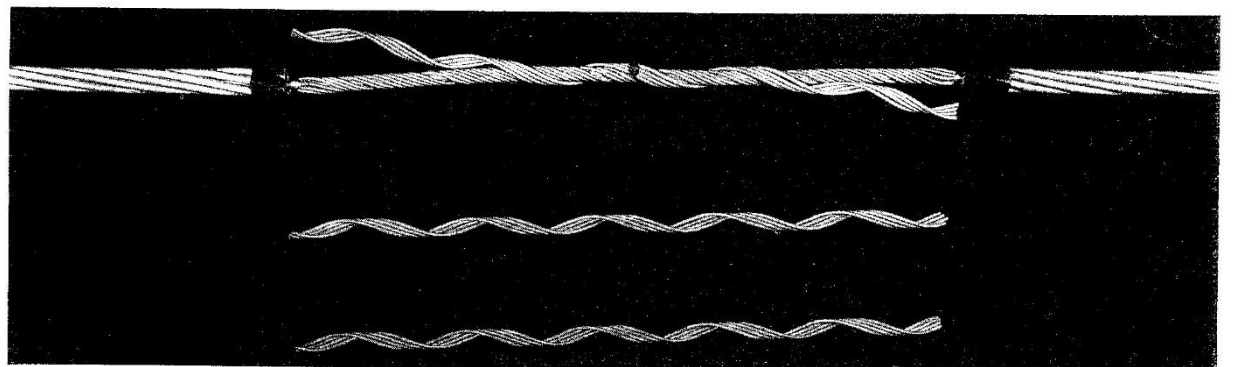

Рисунок 6.
6. Совместите центральную метку подгруппы спиралей-заполнителей «Filler Rod Splice» (если они требуются), содержащую наибольшее количество стержней, с центральной меткой соединителя стального сердечника и накрутите ее. (Рисунок 6.)